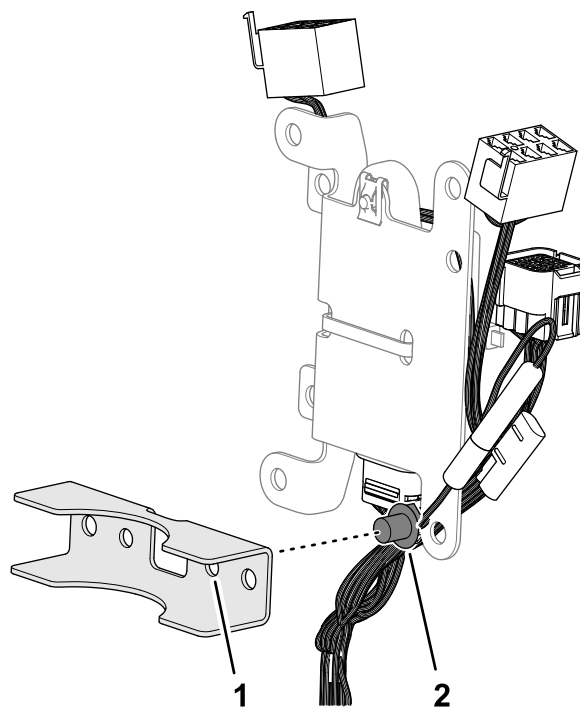

Figure 25
5. Insérez l'ancrage enfichable du faisceau de commande dans le trou de 6,4 mm (1/4 po) du support (Figure 25).